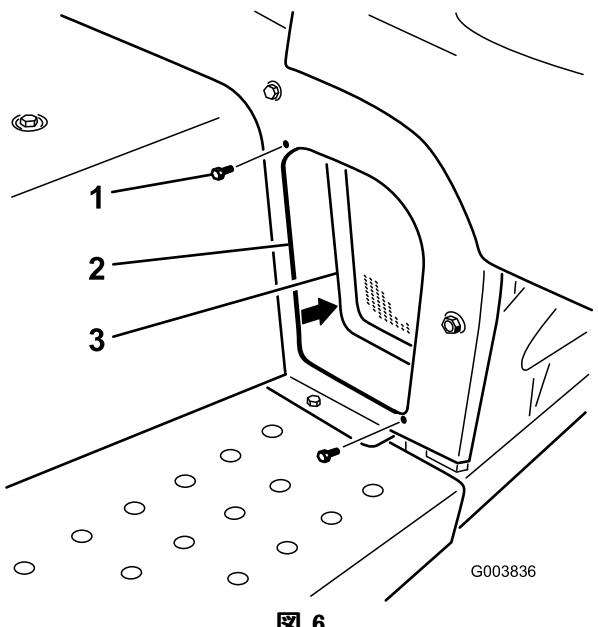

図 6
5. 左前スクリーンをフレームに固定しているフランジヘッドねじ（2本）を外す（図 6）。スクリーンと金具類を外して保管する。